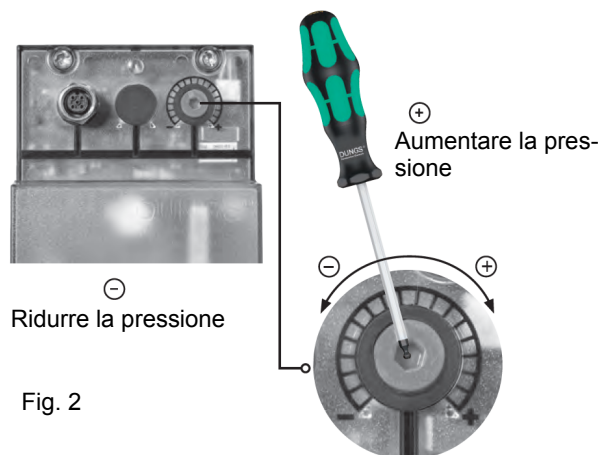

Fig. 2
ATTENZIONE: Per impostare la pressione in uscita del regolatore VD-R, agire sull'apposita ghiera di regolazione (Fig. 2)
1. Applicare VD su VB, fig. 2+3.